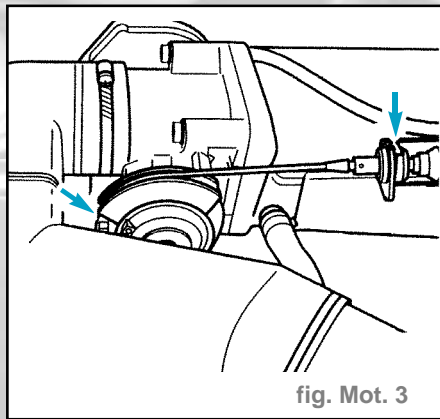

fig. Mot. 3
- Décrocher le câble d'accélérateur de la came de câble de l'unité de commande de papillon et du contre-palier (ne pas retirer la crantage sur le contre-palier) (fig. Mot. 3).